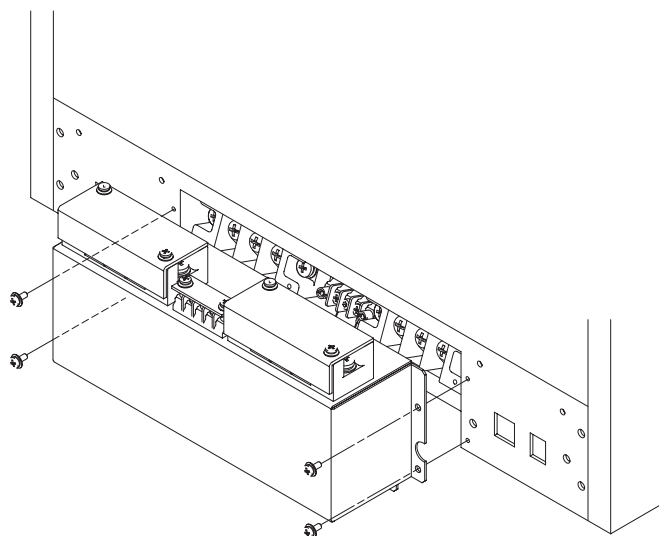

図 2-2 PCR-LA 本体に固定
3. 手順 2 で外したねじ（M3）を使用して、本機を PCR-LA 本体に固定します（図 2-2）。